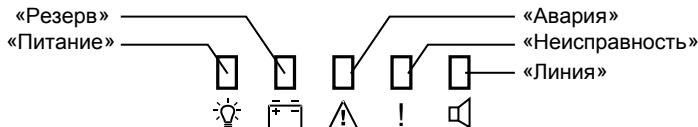

Рисунок 1
1.4.6 Индикация режимов работы блока осуществляется посредством пяти индикаторов (см. Рис. 1) и встроенного звукового сигнализатора.
1.4.13 Режим «Определение состояния АС» служит для проверки функционирования АС. Для перевода блока в режим «Определение состояния АС» необходимо на датчике вскрытия корпуса набрать специальную кодовую комбинацию (одно длинное-три коротких нажатия-одно длинное). Блок переходит в режим «Определение состояния АС» и индикатор «Линия» (см. Рисунок 1) начинает часто мигать, после чего производится контроль и сохранение сопротивления нагрузки линии оповещения. Если при контроле сопротивление нагрузки < 3 Ом или > 21 Ом, выход будет находиться в состоянии «К3» или «Обрыв» соответственно.